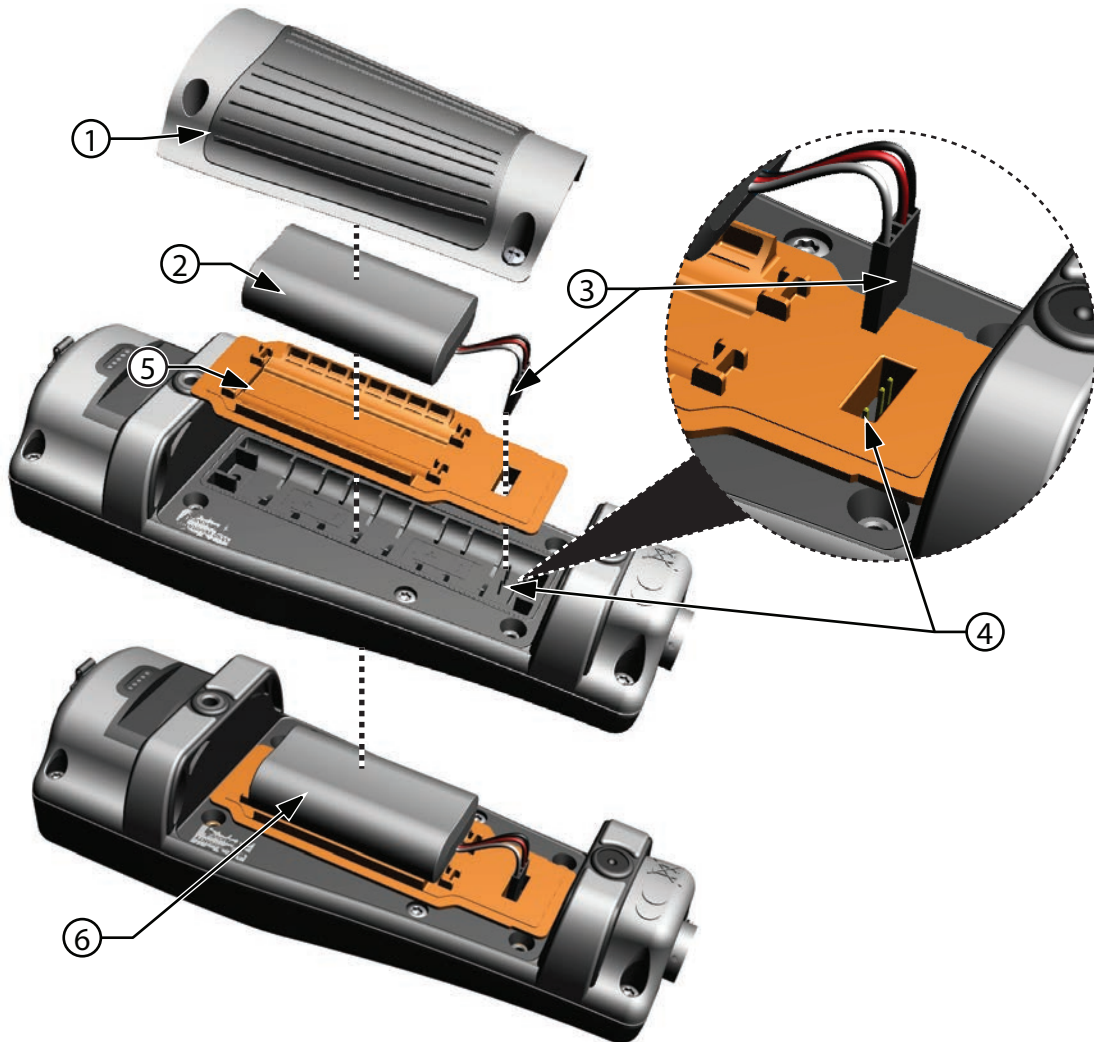

Figura 2 Reemplazo de la batería
1. Quite la tapa del paquete de batería desatornillando (en sentido antihorario) los cuatro tornillos con un destornillador de punta plana o Phillips (Figura 2 en la página 7).